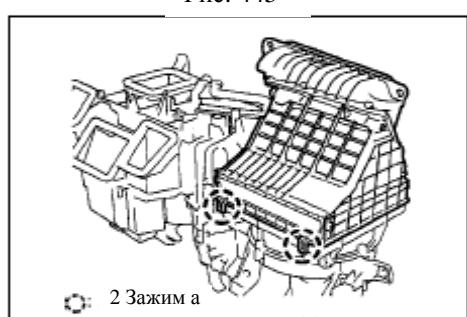

Рис. 446
- (1) Снимите два зажима, снимите кожух подачи воздуха(рис. 446)